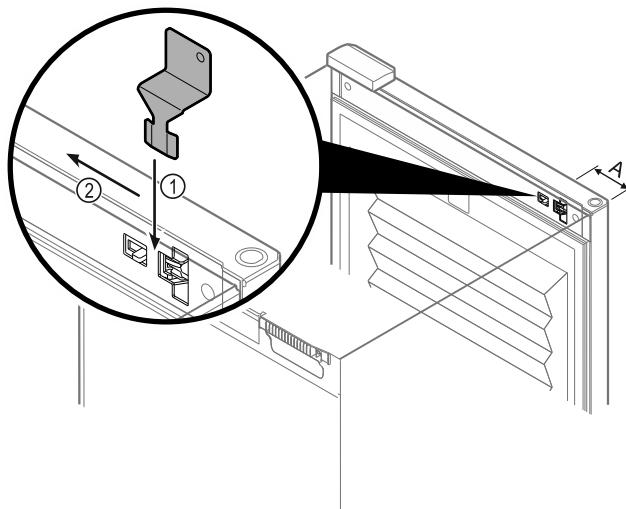

Fig. 218
- Laikykite avarinio atrakinimo raktą nurodytoje vietoje Fig. 218 (A) ~ 100mm.
- Ikiškite avarinio atrakinimo raktą tarp durų ir prietaiso korpuso iš viršaus iki galo Fig. 218 (1).
- Patraukite avarinio atrakinimo raktą lankstų pusės kryptimi Fig. 218 (2).